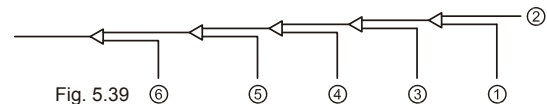

Fig. 5.39
8. Spurgare le altre aperture nello stesso modo, procedendo in sequenza dall'unità interna A verso le unità esterne. Cfr. la Fig. 5.39